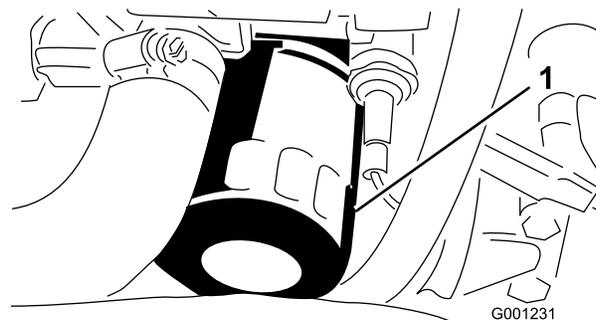

Figura 50
- Retire el filtro de aceite e instale uno nuevo (Figura 50).